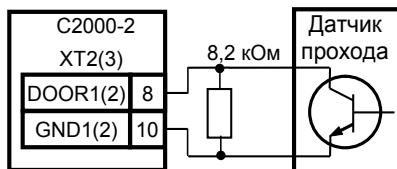
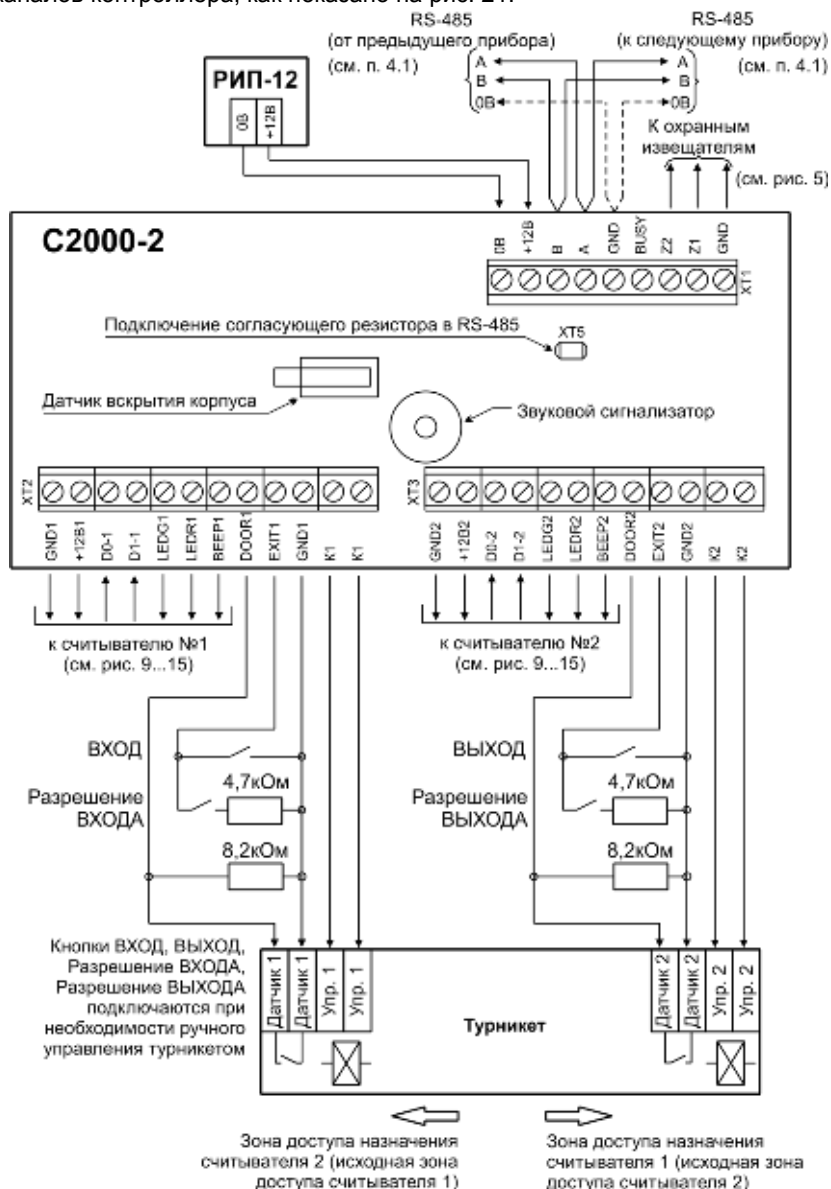

Рисунок 8. Схемы подключения датчиков прохода (открывания двери)
Рисунок 19. Схема подключения контроллера в режиме «Турникет»
4.5.1 К контроллеру можно подключить извещатели с нормально замкнутым или нормально разомкнутым контактным выходом или с выходом типа «открытый коллектор». Схемы подключения датчиков прохода (датчиков открывания двери) к контроллеру приведены на рис. 8.
4.9.1 Подключите цепи управления турникетом и датчик прохода (проворота) в соответствии с рис. 19. Подключение датчиков прохода с различными типами выходов показано на рис. 8.